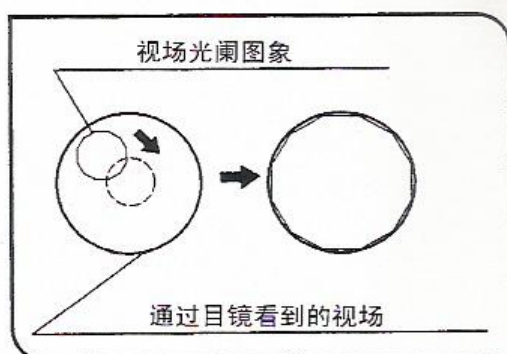

图 20
4. 检查对中效果时，打开视场光阑，直到光阑图象接触到视场周边。如果视场光阑图象不和视场内接，请重新对中。(图 20)